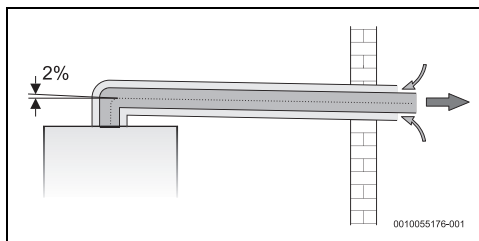

Fig. 23 Installazione tipo C13
- avere una pendenza negativa (Fig. 23)